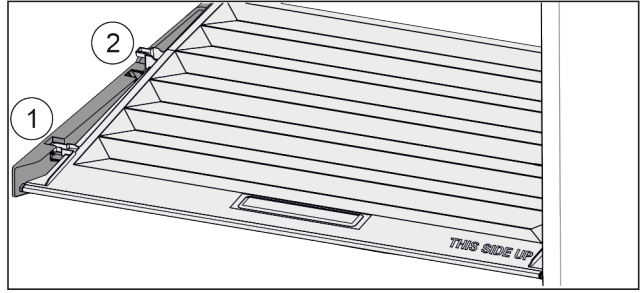

Fig. 101
- ▶ Vedä kantta kiinnikkeissä olevaan aukkoon saakka eteenpäin Fig. 101 (1).
- ▶ Nosta sitä takaosasta ja ota se pois yläkautta Fig. 101 (2).